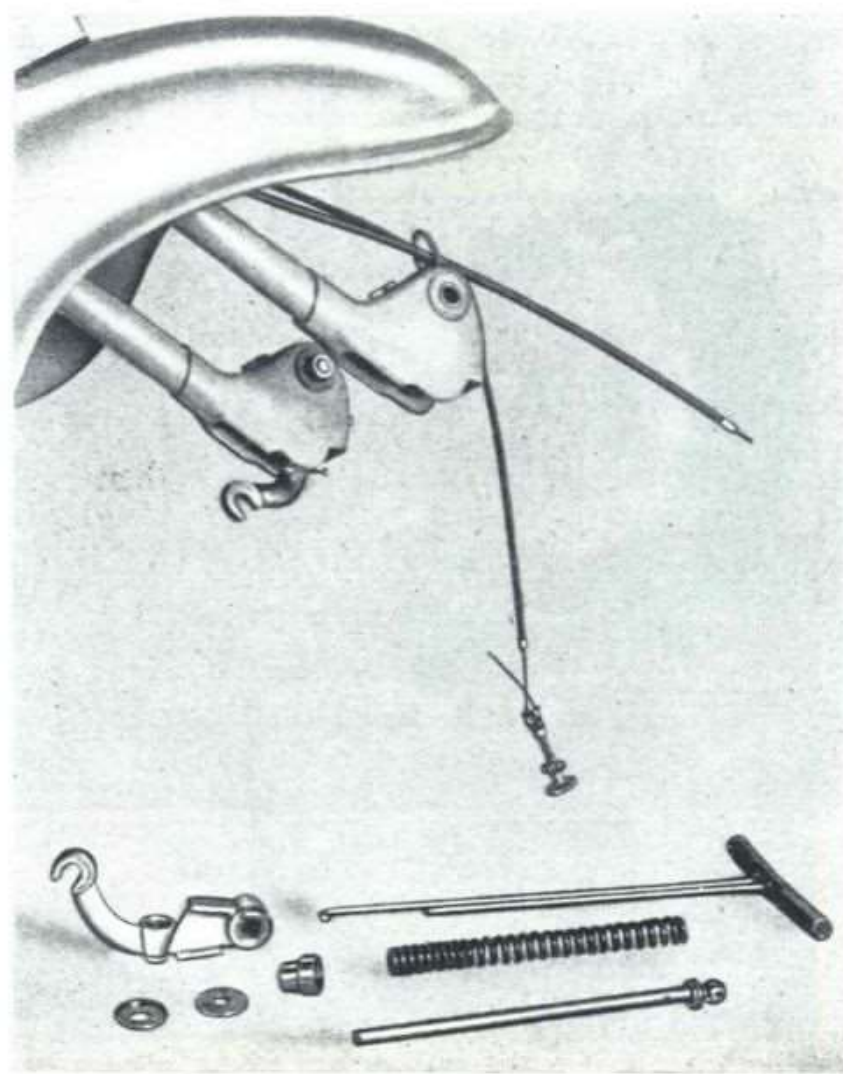

Fig. 41
- 62 Sfilare l'asta di guida, la molla e la ghiera di guida dell'asta aiutandosi per quest'ultima con un adatto ferro ad uncino. Vedi fig. 41.